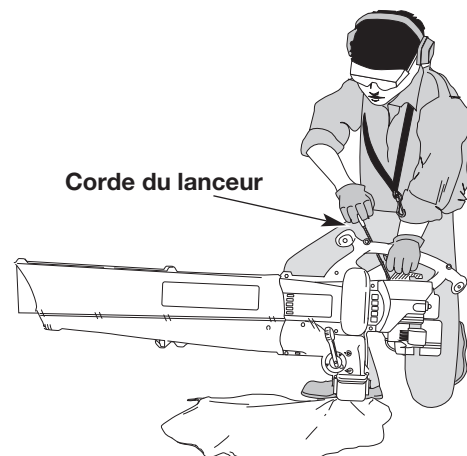

Fig. 12
7. Tirez énergiquement sur la corde du lanceur (Fig. 12). Répétez ce mouvement jusqu'à ce que le moteur fasse un bruit de démarrage (en général après 2 à 5 tentatives).
9. Tirez énergiquement sur la corde du lanceur 1 à 3 fois pour démarrer le moteur (Fig. 12).